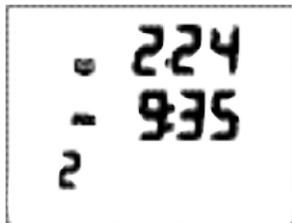

Fig. 49 - VISTA PRELIMINAR REGISTRO
**VISTA PRELIMINAR DEL REGISTRO;** ésta es la información mostrada (Fig. 49):